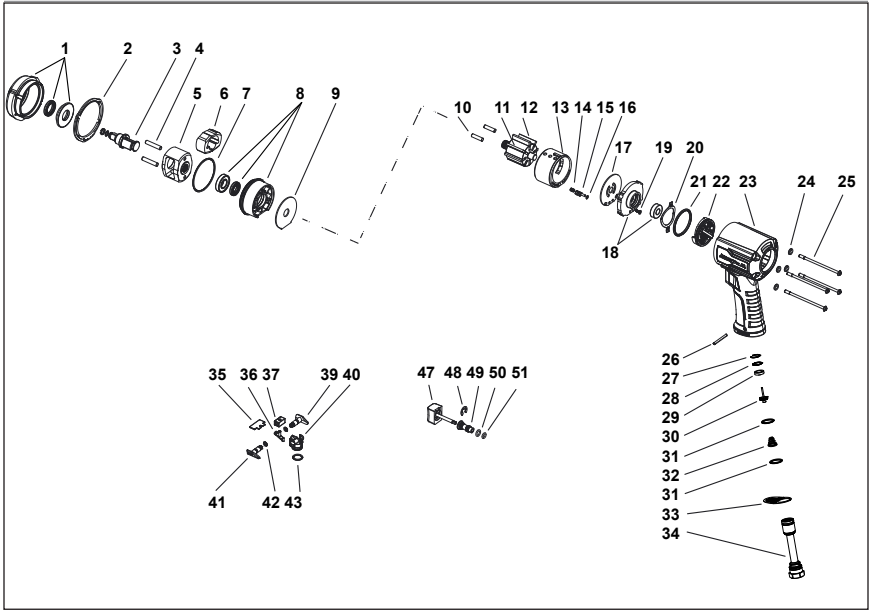

Figure 2: Pneumatic Impact Wrench
- 部品リストについては図2を参照してください。メンテナンスや修理には、*Snap-on* 純正交換部品だけを使用してください。メンテナンスや修理は、訓練を受けたサービスエンジニアにのみ行わせてください。修理部品やサービスマニュアルは、最寄りの*Snap-on*代理店で取り扱っております。